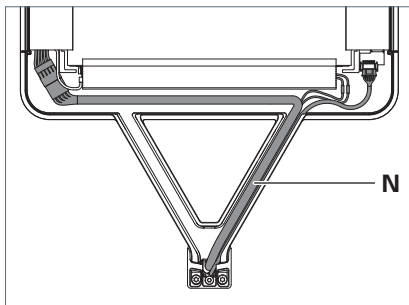

Fig. 8: Leitungen verstauen.
- ▶ Verstauen Sie die Leitungen **N** im Leuchtenkopf, wie abgebildet, siehe Fig. 8.